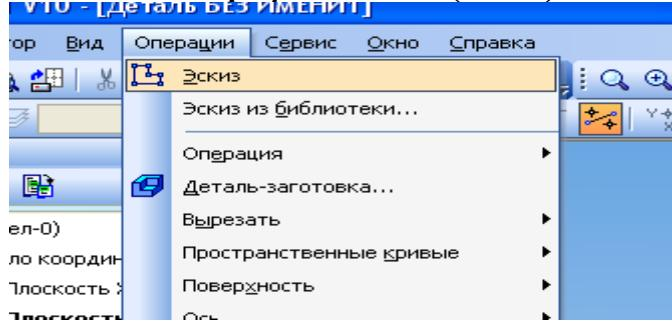

Рис. 7
6. Нажмите **Операции -> Эскиз** (Рис. 7) или на кнопку